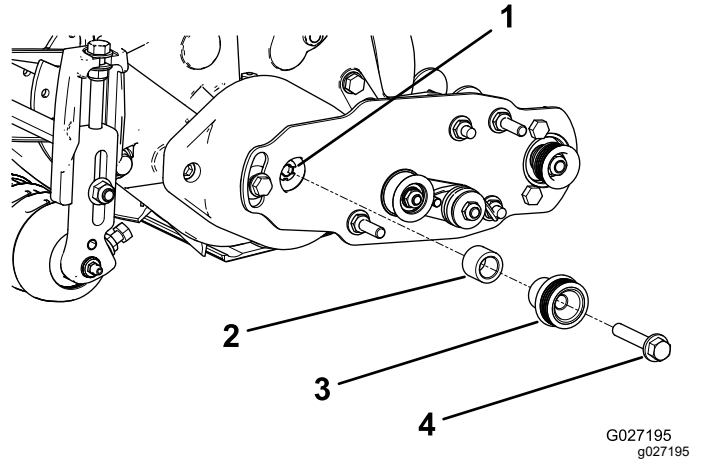

Figure 13
1. Insérez l'entretoise sur l'arbre du logement de roulement (Figure 13).
2. Insérez la poulie d'entraînement dans l'entretoise et sur l'arbre d'entraînement (Figure 13).
3. Fixez la poulie et l'entretoise à l'arbre d'entraînement au moyen d'un boulon à embase ($\frac{3}{8}$ " x 2") ; voir Figure 13.